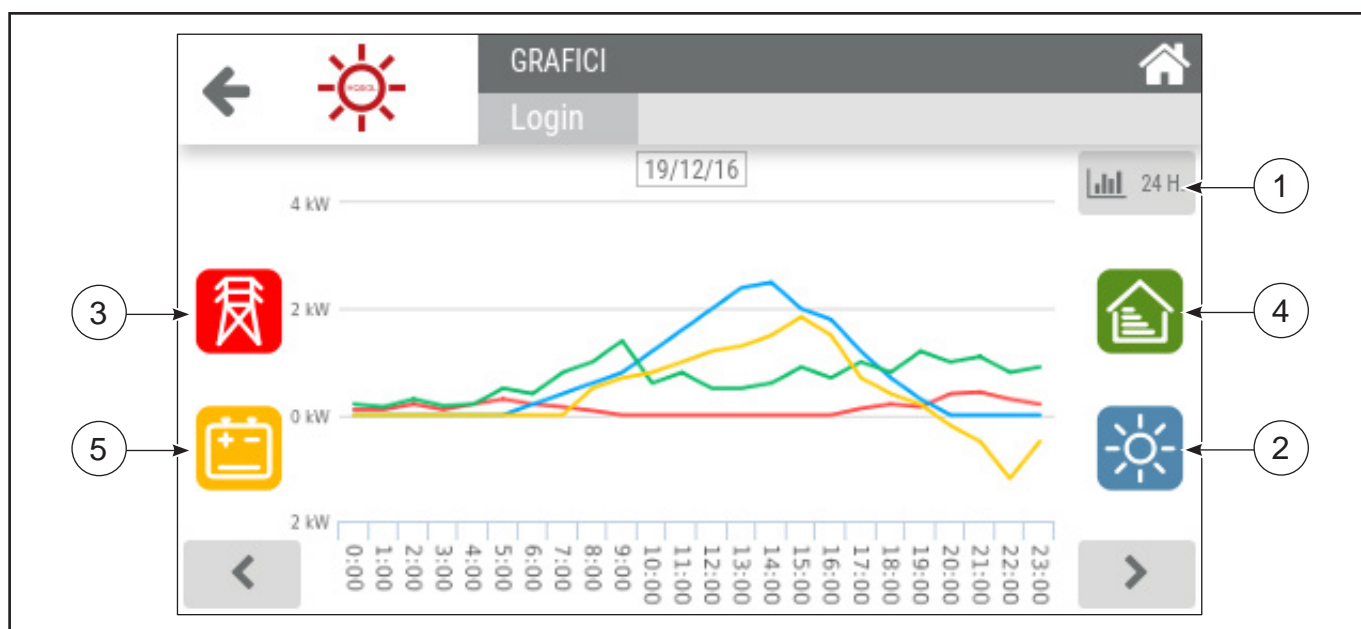

Fig. 1
1. Andamento giornaliero nel tempo delle potenze fotovoltaico, batteria, rete, carico domestico (Fig. 1).